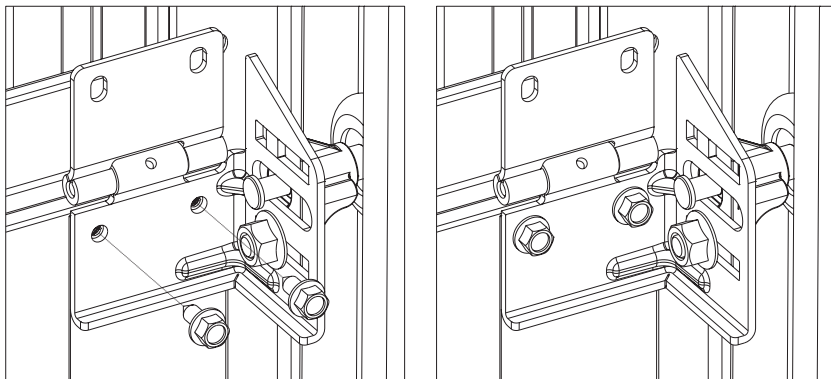

Рис. 13.2.
К секции нижняя полупетля закрепляется двумя самонарезающими винтами 6,3х16 (рис. 13.2).
- 2) установить и закрепить ко второй секции боковые петли в соответствии с рис. 13.2;